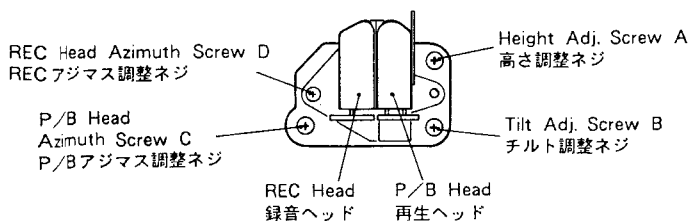

Fig. 4-6
8. Adjust the azimuth of the record head with screw (D) shown in Fig. 4-6 according to item 5-5. (Refer to page 18.) Screw (D) should not be turned more than half a turn.
注 1. 録・再ヘッドを交換したときは、Fig. 4-6 のネジ (A), (B), (C) が止まるまで締め、その位置からそれぞれのネジを 1.5 回転ゆるめた状態で調整を始めること。
注 2. 消去ヘッドを交換したときは、Fig. 4-6' のように取付ける。